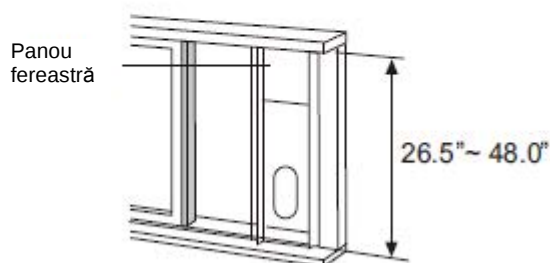

Fig. 13
2. Atașați kitul de glisare pentru fereastră la rama ferestrei. Ajustați lungimea kitului de glisare conform cu lungimea ferestrei, scurtați kitul ajustabil pentru fereastră dacă lungimea ferestrei este mai mică de 26,5 inch. Deschideți cerceveaua ferestrei și puneți kitul de glisare pentru fereastră pe rama ferestrei. Fig. 13